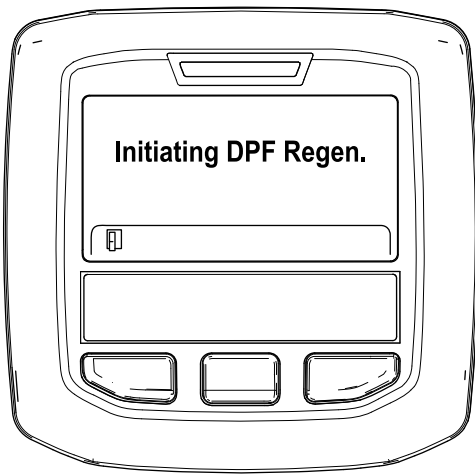

Рисунок 47
- A. Появится сообщение «Initiating DPF Regen.» («Начало регенерации DPF») (Рисунок 47).